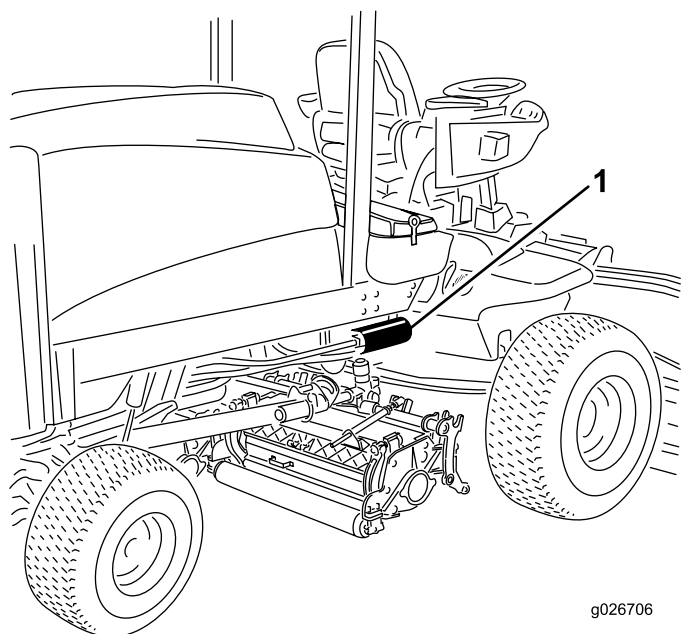

Figura 102
3. Coloque um recipiente de escoamento debaixo do filtro e retire o filtro (Figura 101 e Figura 102).